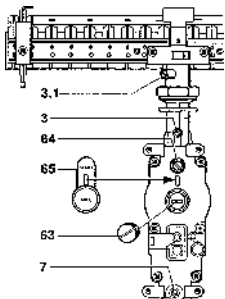

Рис. 51. ZSE/ZWE 24 – 3 MF K...
- В газоснабжающем предприятии узнать значение WOBBE индекса (W) и теплоты сгорания (H₂).
- Снять запломбированный колпак 65, рис. 51, с обоих газонастроенных винтов.
- Снять запломбированный колпак 65 (рис.51) с обоих винтов настройки газа.